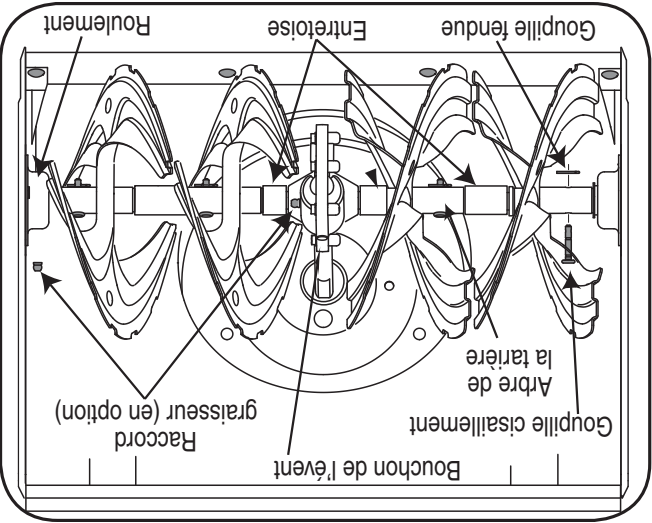

Figure 6-3
Enlevez les goupilles de cisaillement sur l'arbre de la tarière, au moins une fois par saison. Vaporisez un lubrifiant à l'intérieur de l'arbre et autour des entretoises. Lubrifiez aussi les roulements à bride trouvés à chaque extrémité de l'arbre de la tarière. Voir la Fig. 6-3.
- Les goupilles de cisaillement et goupilles fendues maintiennent les tarières sur l'arbre de la tarière. Les goupilles sont sensées se cisailier si la souffeuse heurte un objet ou un bloc de glace. Voir la Figure 6-3.